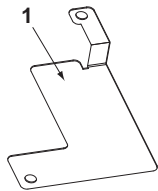

Figur 1
- Når du har åpnet lokket på kontrollboksen, måler du restspenningen mellom punktene som vises på **figur 1** på kretskortet med en tester uten å berøre den strømførende delen, og kontrollerer at restspenningen ikke er høyere enn 50 V likestrøm.